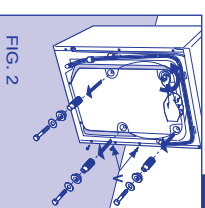

FIG. 2
- Desserrez et enlevez les 4 vis de blocage de la cuve situées à l'arrière (Fig. 2).